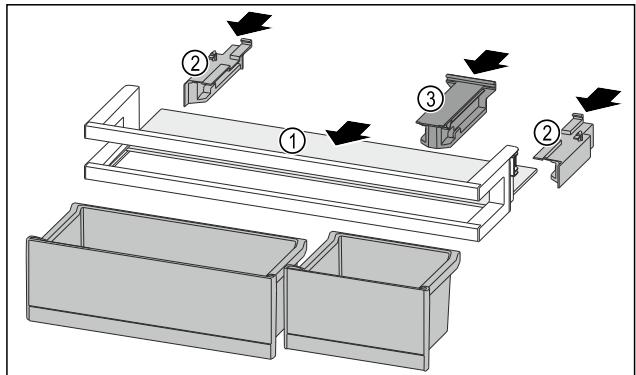

Fig. 122
- Вкарайте рафта Fig. 122 (1) в страничните прорези.
- Поставете страничните части Fig. 122 (2).
- Поставете задържащата част Fig. 122 (3).